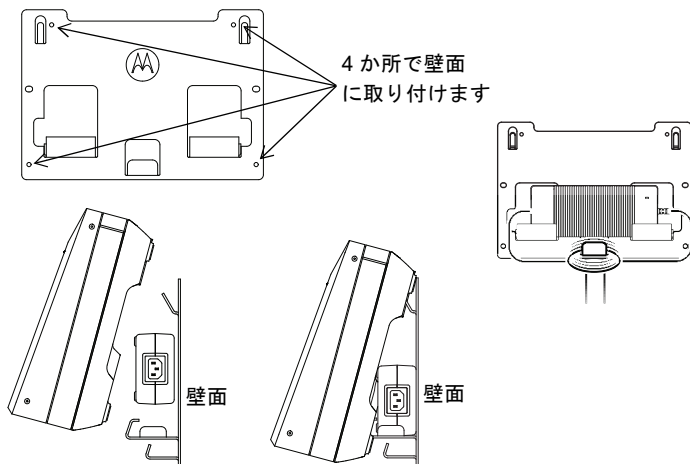

図 10: マルチユニット充電器の壁面ブラケットへの取り付け
- 図 10 に示すように、壁面ブラケットにマルチユニット充電器を掛けます。